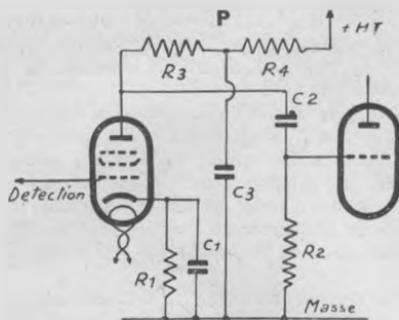

Fig. 7. — Circuits anode et cathode.
c) Les symptômes sont les mêmes dans la lampe précédente, mais d'autres observations viennent s'y ajouter. Par exemple, examinons la figure 7, qui représente une pentode en première basse fréquence : il est bien évident qu'une double diode-triode, ou pentode, se comporte de la même manière, les circuits étant inchangés.